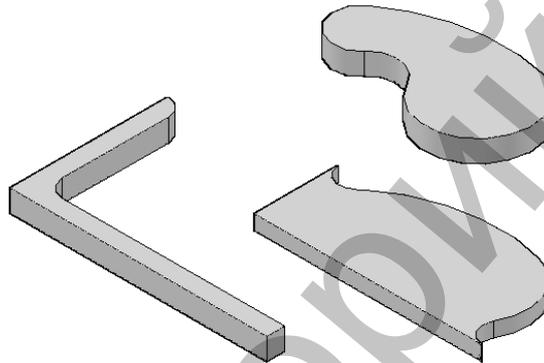

Рис. 6 Выдавливание объектов
3. создайте замкнутый контур объектов командой «Область». Определите высоту выдавливания для объектов 1, 3 = **15 мм**, для объекта 2 = **10 мм** (рисунок 6):